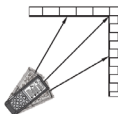

Fig. 5 : Exemples de mesure continue de la distance
4. Les valeurs minimum et maximum de la distance sont affichées aux écrans partiels, tandis que la mesure continue en mode dynamique en déplaçant l'instrument (voir Fig. 5) est affichée à l'écran résultant.